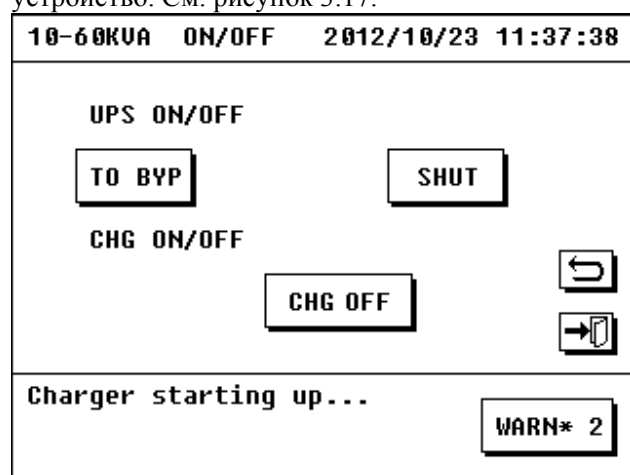

Рисунок 3.17 Экран «Откл. ИБП в сетевом режиме»
В исходном положении ИБП работает в сетевом режиме. Войдите в главный экран, нажмите иконку On/Off. Нажмите иконку “SHUT” для отключения ИБП, в то же самое время автоматически также отключится зарядное устройство. См. рисунок 3.17.
- 1) Войдите в главный экран и каснитесь иконки On/Off - появится экран включения/отключения. См. рисунок 3.17